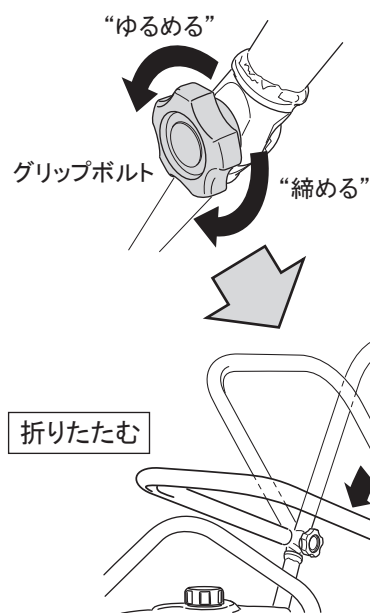

図 15
- 移動や保管時に中折れハンドルをたたむと、コンパクトになって便利です。(図15)